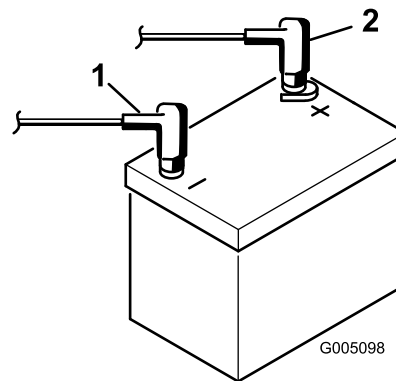

Bild 7
9. Klemmen Sie zuerst das Pluskabel (Rot) am Pluspol (+) der Batterie und dann das Minuskabel (Schwarz) am Minuspol (-) der Batterie an, wobei Sie die Kopfschrauben und Muttern verwenden (Bild 7). Ziehen Sie die Gummimuffe über den Pluspol, um Kurzschlüssen vorzubeugen.